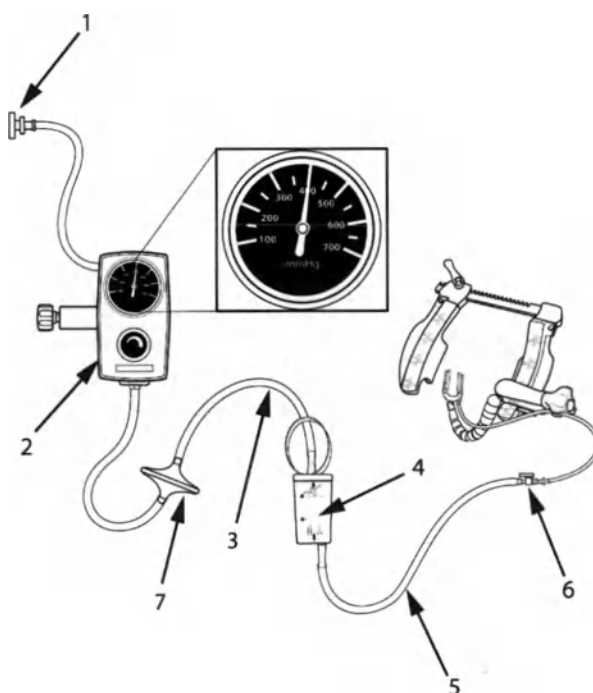

Рис. 5. Вакуумная стабилизирующая система ACROBAT-i
5. Прикрепите СИНИЙ переходник с фиксатором Люэра комплекта трубок стабилизатора ACROBAT-i к СИНЕМУ переходнику с разъемом Люэра вакуумной трубки стабилизатора ACROBAT-i. Прикрепите другой конец трубки комплекта трубок к нижнему зубчатому переходнику контейнера ACROBAT-i или другого контейнера для сбора жидкости (не входит в комплект). Убедитесь, что задвижка находится в положении закрытого доступа воздуха. Затем комплект трубок с фильтром, подсоединенным к верхней части контейнера, должен быть подсоединен к регулируемому источнику вакуума. Установите для регулятора вакуума 400 mmHg. Правильная установка вакуумных трубок и системы показана на рис. 5.